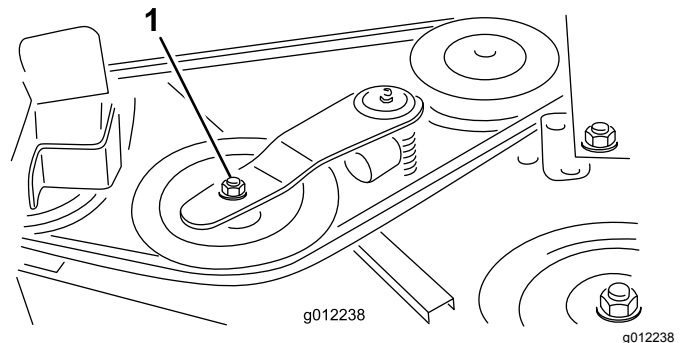
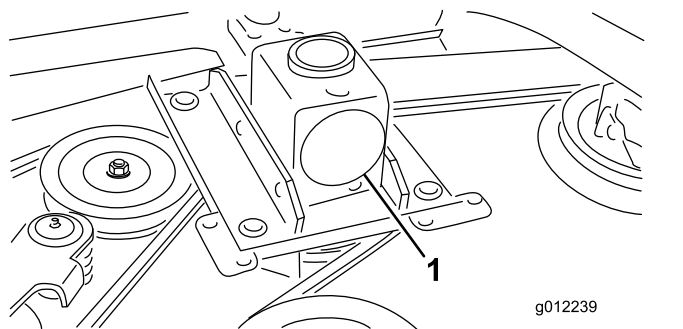

Bild 30
Bild 31
2. Schieben Sie die Spannscheibe mit einem Drehmomentschlüssel oder einem ähnlichen Werkzeug (Bild 30) vom Treibriemen und lassen Sie den Riemen von der Getriebespannscheibe rutschen (Bild 31).